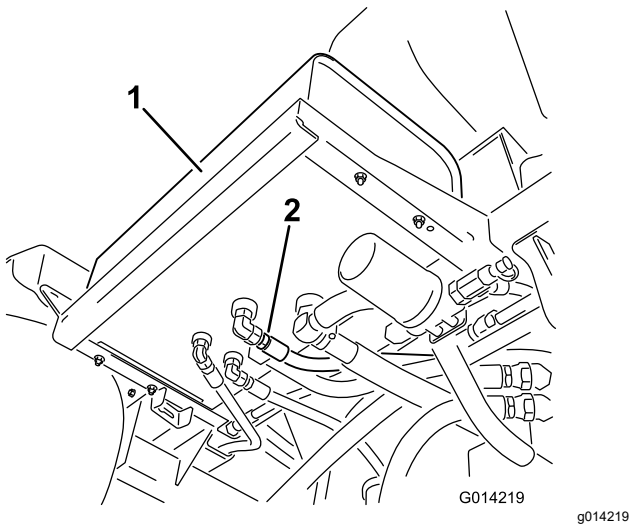

Figure 106
- Nettoyez la surface autour d'un raccord de flexible hydraulique au bas du réservoir d'huile hydraulique (Figure 106).
4. Débranchez le raccord de flexible du réservoir et vidangez l'huile dans le bac de vidange (Figure 106).